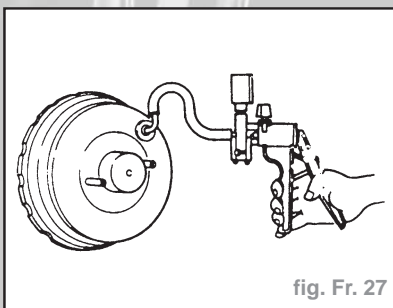

fig. Fr. 27
- Installer une pompe à dépression **MKM-667**, la jauge de poussoir **KM-J-39216-A** (fig. Fr. 27).